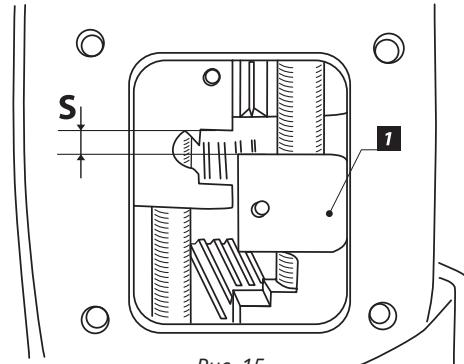

Рис. 15
3. Проверьте величину  $S$ , она должна составлять минимум 4 мм (если меньше, то доработайте торец вилки [1] (Рис. 15)).